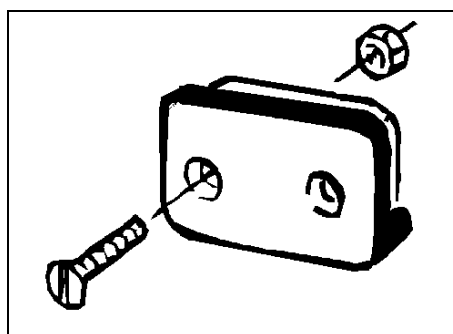

Fig. 7
1. Fixez le support (Fig. 7) destiné au boîtier dans la cabine du tracteur.